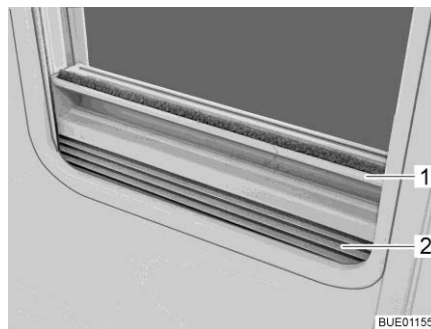

Fig. 55 Dispositif occultant plissé
- Saisir le dispositif occultant plissé (Fig. 55,2) par le centre de la barre-poignée (Fig. 55,1), le tirer du bas vers le haut et le relâcher à la hauteur voulue. Le dispositif occultant plissé reste alors à cette hauteur.